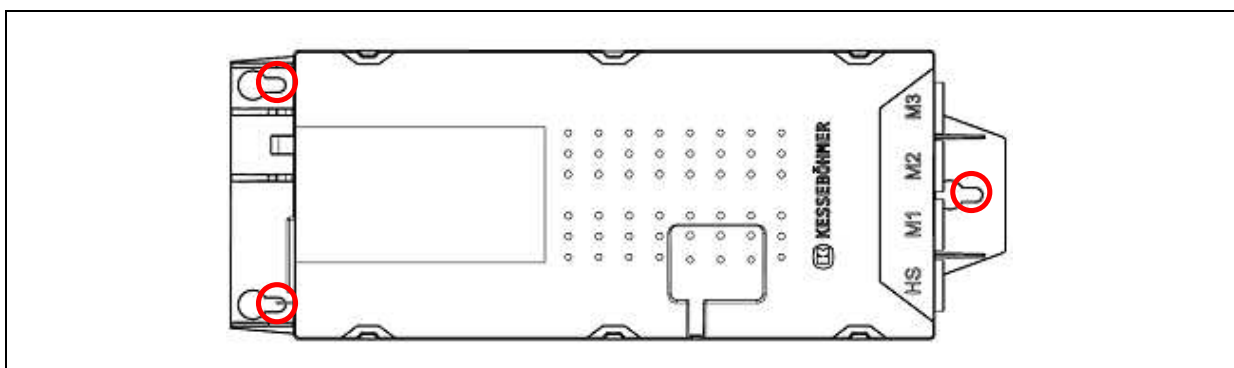

Abbildung 1: Montageschritt 2 liECO
2. Markieren Sie die Bohrlöcher mit einem Bleistift (siehe rote Markierung in Abbildung 1 : nutzen Sie die Stellen mit dem geringeren Bohrdurchmesser).
6. Schieben Sie die Motorsteuerung bis zum Anschlag in Richtung der kleineren Montagebohrung (siehe rote Markierung in Abbildung 1)